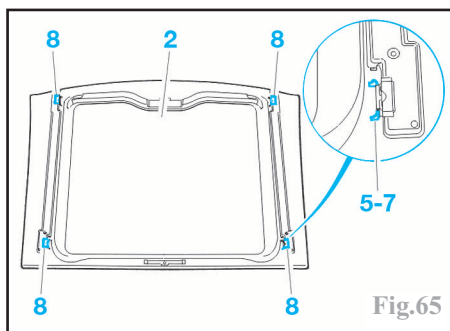

Fig.65
Vérifier que les patins (8) (Fig.65) sont bien en place sur les équerres (5) et (7) du panneau mobile (2).